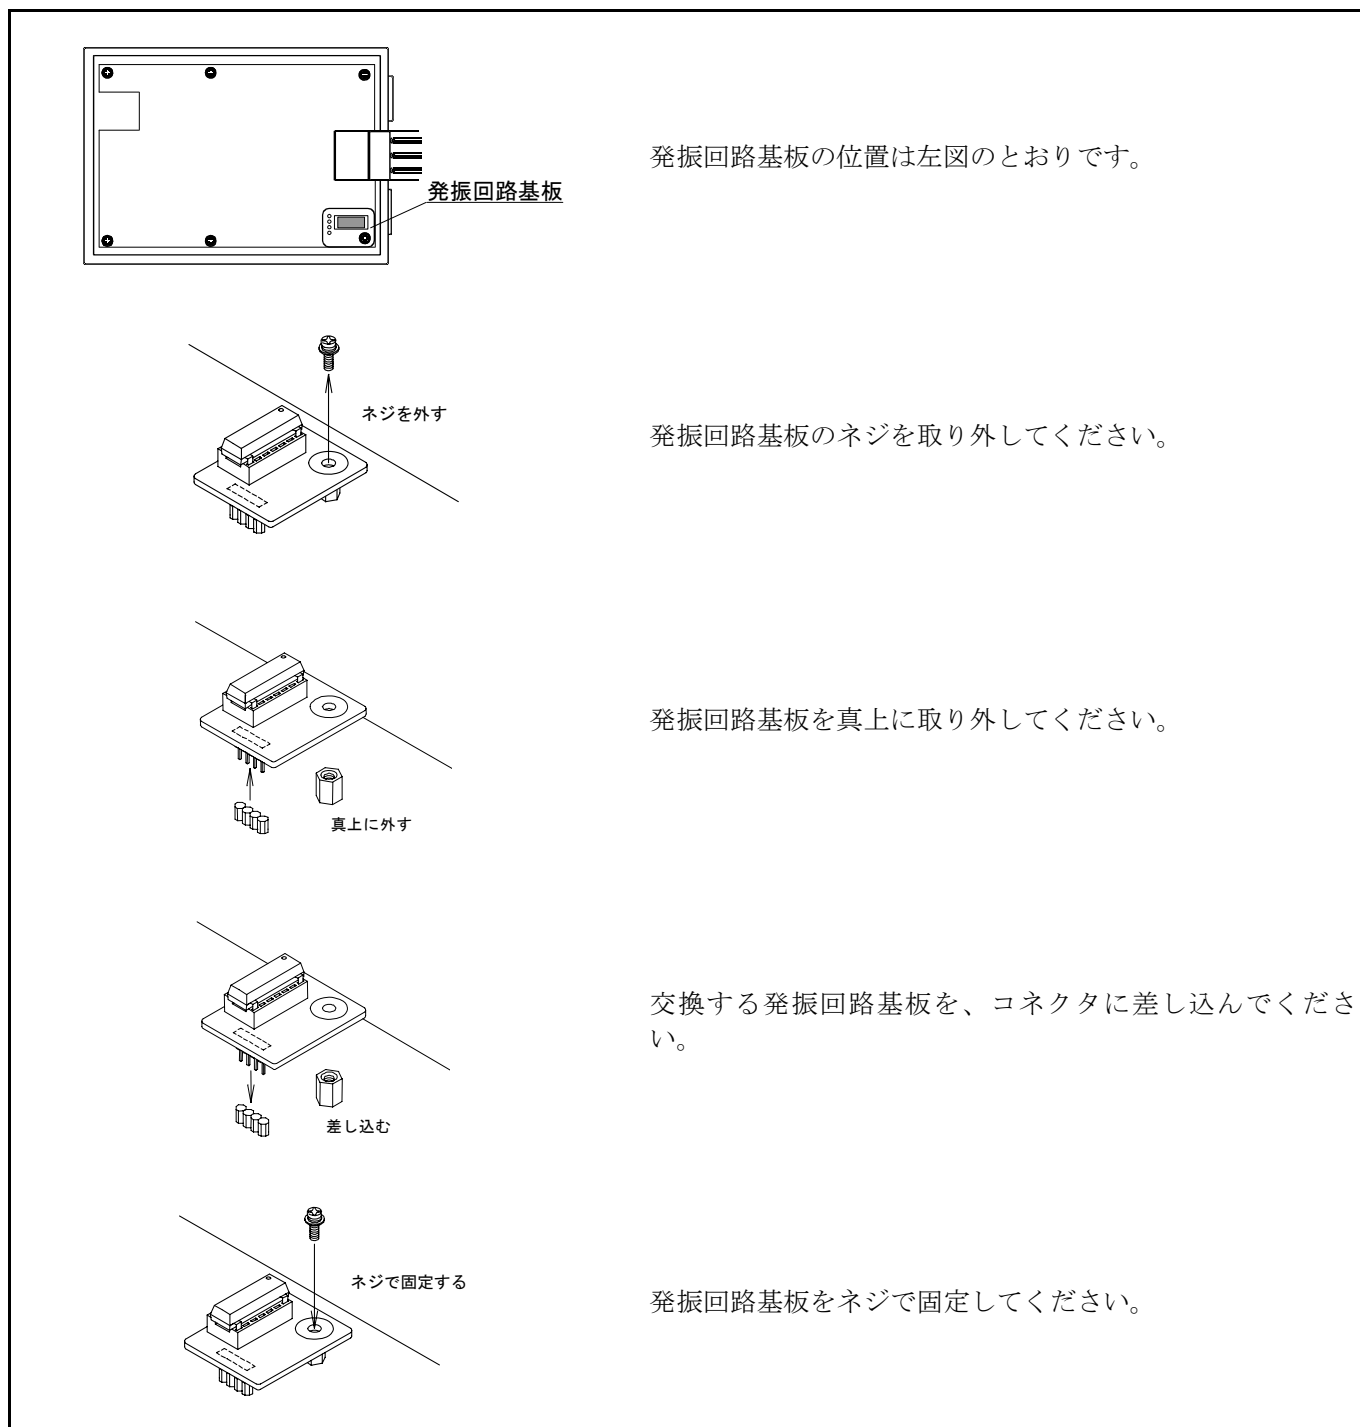

図2.15 発振回路基板の交換手順
② PC7501内発振回路基板のネジを外して、発振回路基板を交換してください(図2.15参照)。